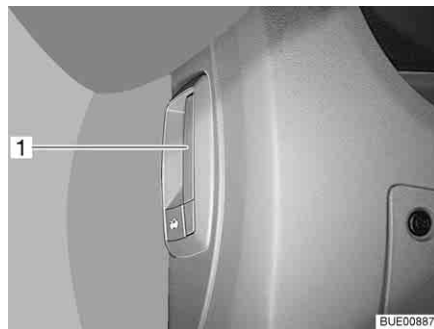

Fig. 41 Levier de déverrouillage capot moteur (dans le véhicule)
- Tirer sur le levier (Fig. 41, 1) à gauche sous le tableau de bord ou sur le côté de ce dernier.